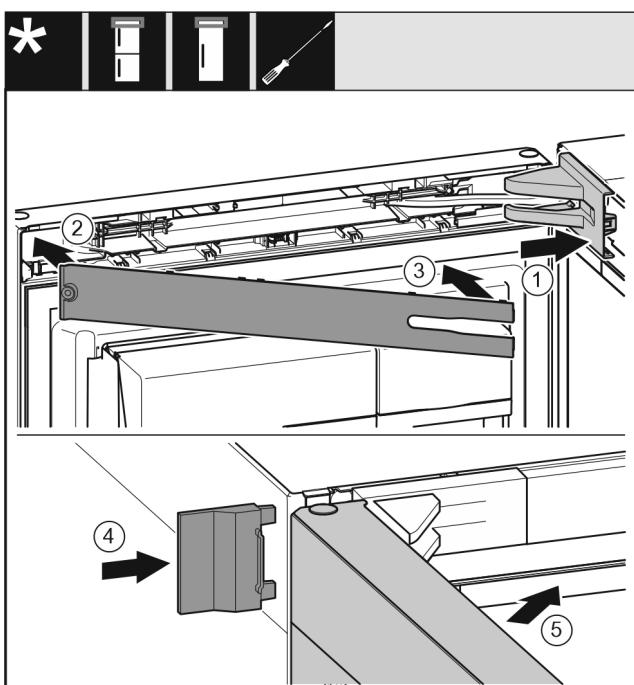

Fig. 49
- Крышку опорного кронштейна установите и зафиксируйте, при необходимости осторожно разожмите. Fig. 49 (1)
- Установите накладку. Fig. 49 (2)
- Наклоните и зафиксируйте накладку. Fig. 49 (3)
- Надвиньте внешнюю крышку. Fig. 49 (4)
- Закройте верхнюю дверь. Fig. 49 (5)